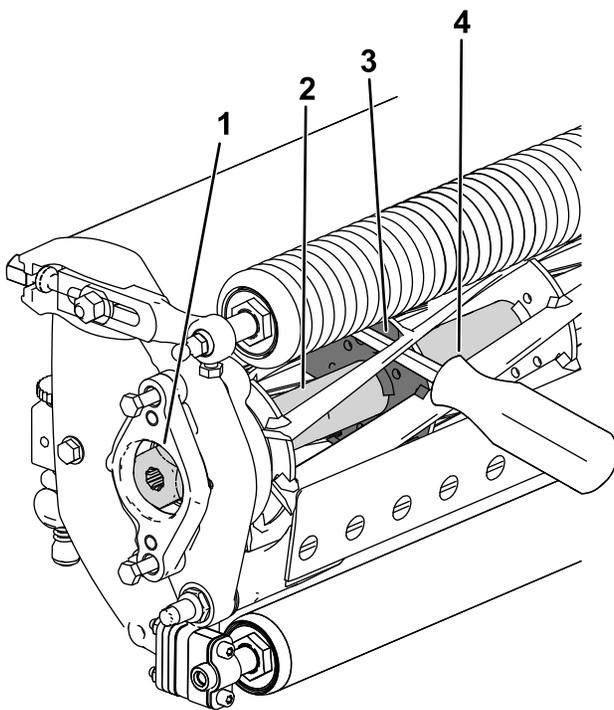

Figure 34
2. Insérez un levier à long manche (3/8" x 12" avec manche de tournevis recommandé) dans le bas du cylindre de coupe, du côté le plus proche de l'unité de coupe que vous allez serrer (Figure 34).
3. Placez le levier contre le côté soudé de la plaque de support du cylindre (Figure 34).